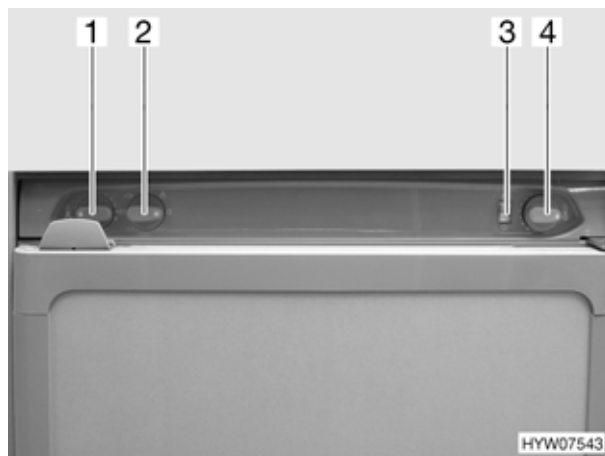

Fig. 156 Elementi di comando del frigorifero (variante 2)
- Posizionare il selettore di energia (Fig. 156,2) su gas .
- Spostare il pomello girevole (Fig. 156,4) in posizione 5, premerlo e mantenerlo premuto. L'alimentazione di gas è ora aperta. L'accensione avviene automaticamente. È udibile un ticchettio fino a quando procedura di accensione non è stata portata a termine.
- Mantenere premuto il pomello girevole finché l'indicatore di fiamma (Fig. 156,3) non diventa verde e poi rilasciarlo. Quando la fiamma si spegne, l'apparecchio di accensione ripete automaticamente il procedimento di accensione.
- Impostare la temperatura di refrigerazione con il pomello girevole (Fig. 156,4).
- Posizionare il selettore di energia (Fig. 156,2) su "O". Il frigorifero è spento.
- Posizionare il selettore di energia (Fig. 156,2) sull'alimentazione a 230 V .
- Impostare la temperatura di refrigerazione con il pomello girevole (Fig. 156,1).
- Posizionare il selettore di energia (Fig. 156,2) sull'alimentazione a 12 V .